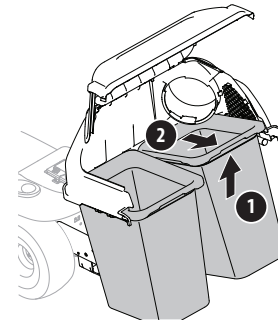

Figura 25
3. Retire las bolsas de césped, levantándolas (1 en Figura 25) y separándolas del conjunto de soporte de las bolsas (2).